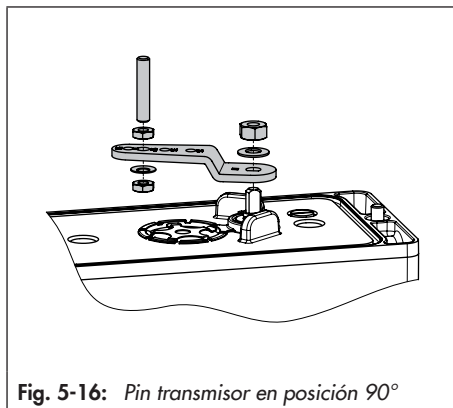

Fig. 5-16: Pin transmisor en posición 90°
5. Colocar el pin transmisor en la palanca del posicionador en la posición 90° y atornillarlo (ver Fig. 5-16). Para ello emplear únicamente el pin transmisor largo incluido en el kit de montaje.
6. Colocar el posicionador en el adaptador en ángulo (1) de forma que el pin transmisor apoye en la rueda de arrastre (3) del accionamiento.
7. Montar el posicionador con los tornillos de fijación (6) en el adaptador en ángulo (4).
2. Montar el bloque adaptador (1) con cuatro tornillos de fijación (2) en la interfaz NAMUR del accionamiento, prestar atención al correcto asiento de las juntas.
3. Montar la rueda de arrastre (3) en el eje del accionamiento. Utilizar el adaptador necesario (ver Tabla 5-9, pág. 5-43).
4. Colocar el adaptador en ángulo (4) en el bloque adaptador (1) y atornillarlo con los tornillos de fijación (5), prestar atención al correcto asiento de las juntas.
5. Colocar el pin transmisor en la palanca del posicionador en la posición 90° y atornillarlo (ver Fig. 5-16, pág. 5-20).
8. Montar el amplificador inversor Tipo 3710 (7) en el adaptador en ángulo, utilizando ambos casquillos guía (8), la placa de conexiones (9) y los tornillos de fijación (10) correspondientes, prestar atención al correcto asiento de las juntas.